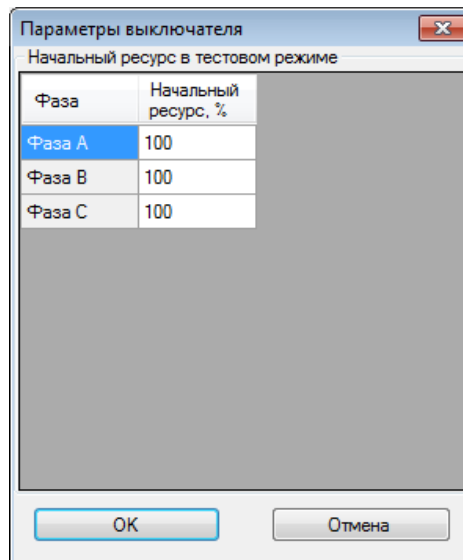

Рисунок 6.137
- г) Параметры тестового режима – задает начальные параметры выключателя для работы в тестовом режиме (см. рисунок 6.137). Тестовый режим нужен для отладки и наладки функции подсчета ресурса выключателя. В тестовом режиме переключения не влияют на реальный подсчет ресурса выключателя;